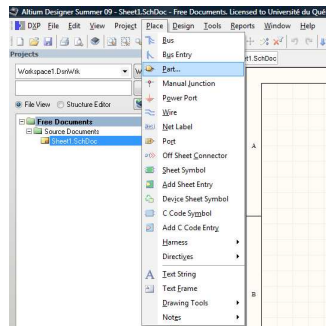

Figure 4.
1. Il est possible de sélectionner en haut de la fenêtre : Place→Part (Fig. 4)